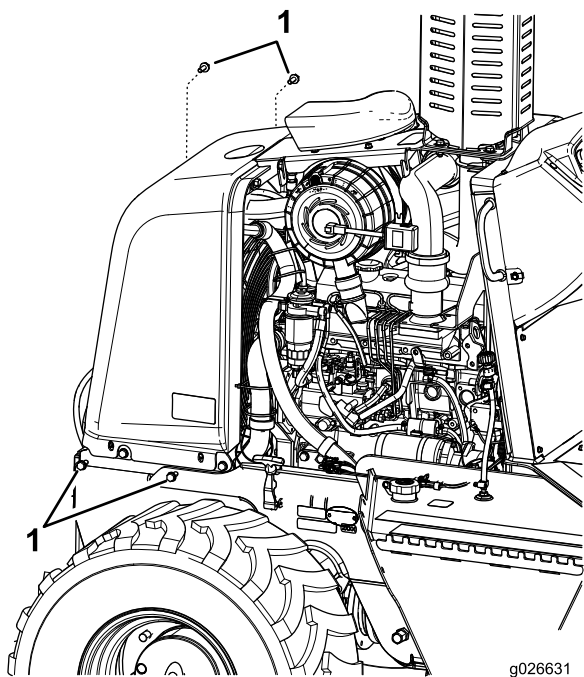

Figura 38
3. Togliete i 4 bulloni che si trovano in basso sui lati sinistro e destro del pannello anteriore (Figura 38).